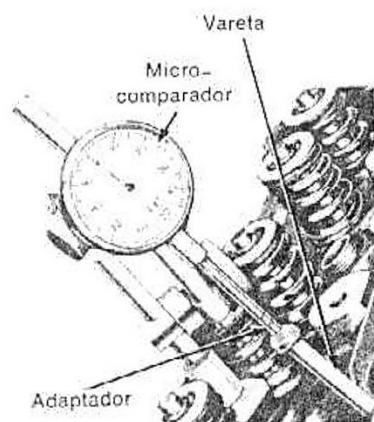

fig. 1 — verificação do alçamento dos ressaltos
3. Instalar um micro-comparador com adaptador para vareta de extremidade esférica (fig. 1). Para verificar os ressaltos das válvulas de escapamen-